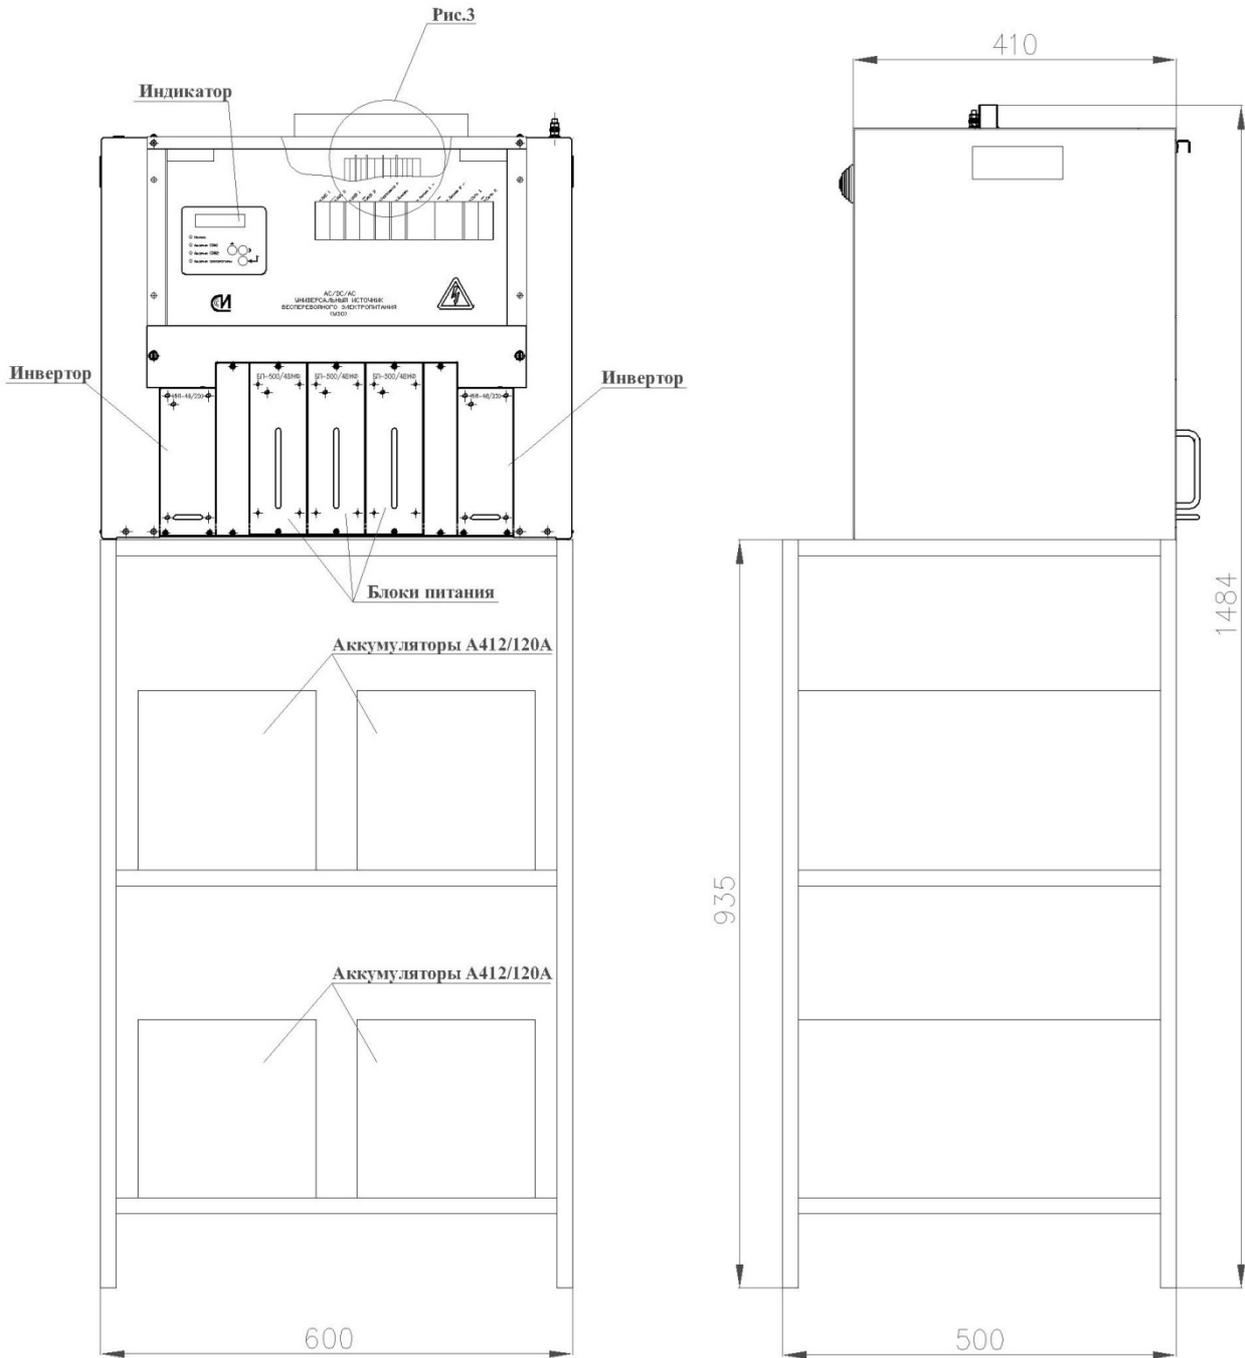

Рис. 2. Общий вид и габаритные размеры устройства.
5.8 Общий вид устройства, а также габаритные размеры со стеллажом СА-2В-А412/120 и аккумуляторными фирмы "Sonnenschein" типа А412/120 приведены на рис.2.
Расположение клемм для подключения устройства и автоматических выключателей приведены на рис. 2, 3, 4.